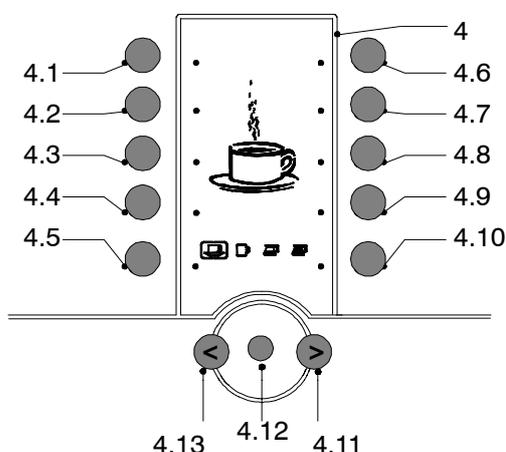
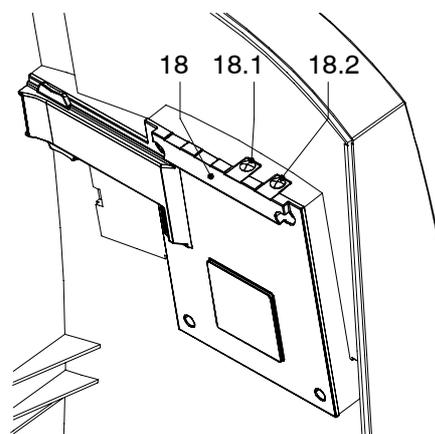

Fig. 2 Panel de funcionamiento delantero
Fig. 3 Interior del panel de funcionamiento
La máquina dispone de dos paneles de funcionamiento, uno en la parte delantera (fig.2) y otro en su interior (fig.3). Durante el uso diario de la máquina, por parte del consumidor, solo se utiliza el panel de la parte delantera. Resulta importante, asimismo, el panel situado en su interior para ciertas actividades específicas y para su programación.
- La pantalla (4.) muestra, durante el uso normal, la programación, el lavado o el decapado de la máquina, y en caso de avería, distintos símbolos, valores y mensajes que se explicarán en este manual. Fig.2 representa la posición básica (posición de funcionamiento).